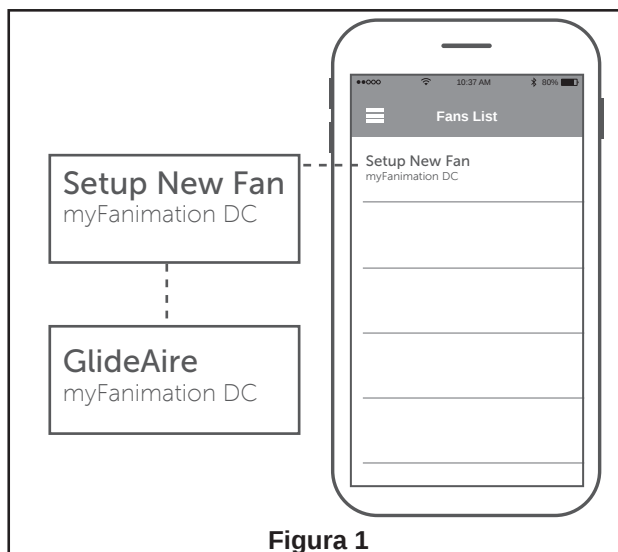

Figura 1
- ☐ 1. Abra la App fanSync y toque Configurar Nueva Fan para iniciar la configuración. (Figura 1)
- ☐ **1. Instalación de la placa de la pared:** (Figura 1)